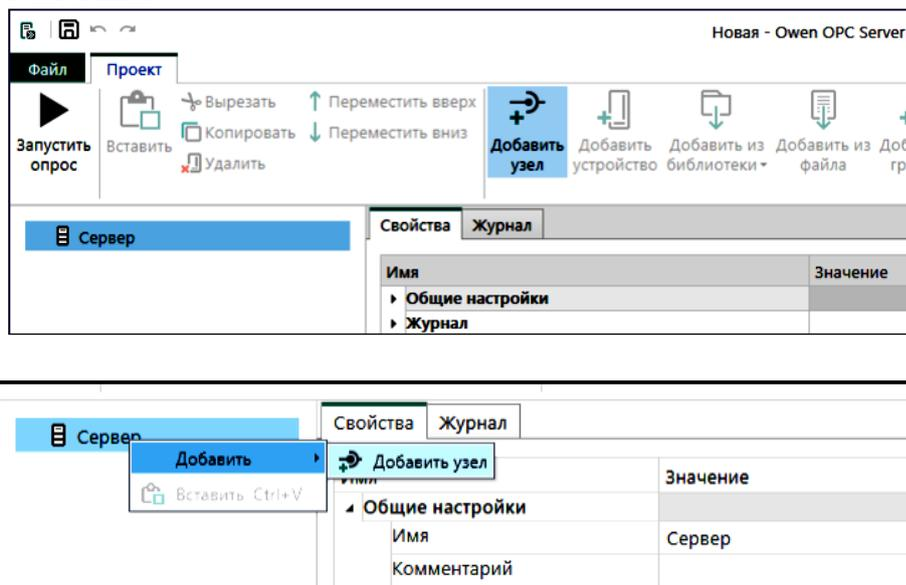

Рисунок 4. Добавление коммуникационного узла
1. Выделив «Сервер» добавим (рис. 4) через контекстное меню или через главное меню «Узел».